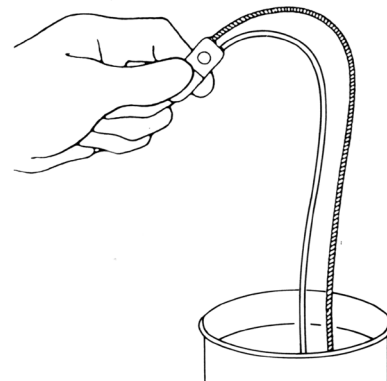

Figura 4-2a. Colocar as pontas de ambos os tubos em solução de enchimento
1. Coloque a extremidade de cada tubagem numa bacia com a solução de enchimento adequada. (**Figura 4-2a**)